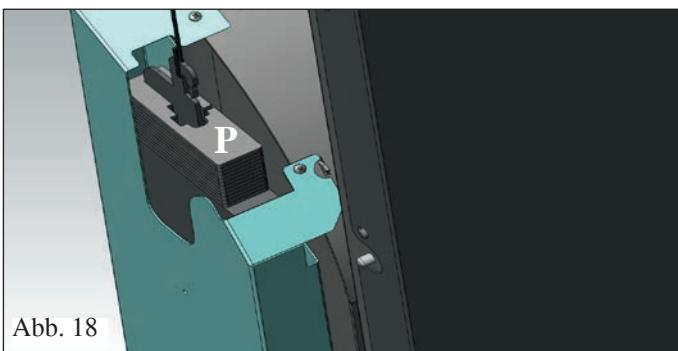

Abb. 18
Die Schiebetür des Kamins ist mit Gegengewichten versehen, die weichen Verschluss und eine weiche Bewegung gewährleisten. Die Wirkung der Gegengewichte kann durch Hinzufügen einer oder mehrerer, dem Heizkamin beigeftigter Platte (zusätzliche Gegengewichte) reguliert werden (P - Abb. 18).
- Den "Kalthandgriff" in die Kragge zwischen dem Gestell und der Klappe stecken und zum Öffnen drehen (Abb. 18).